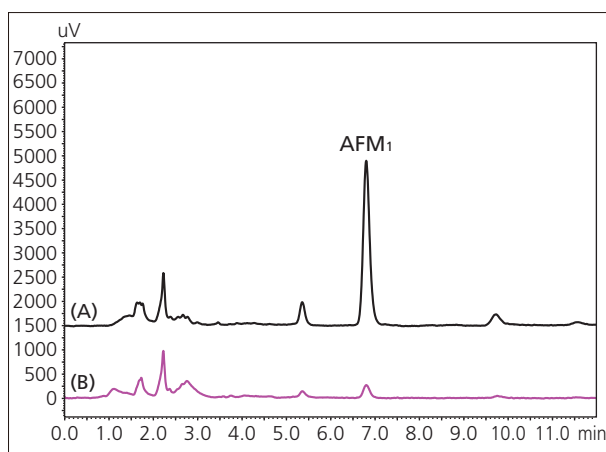

Fig. 4 市販牛乳の HPLC クロマトグラム
夾雑成分の除去には Romer Labs 社製イムノアフィニティカラム "AflaStar™ R" * を用いました。Fig. 4 にこれらを分析した際のクロマトグラムを示します。(A) は AFM₁ を添加した牛乳、(B) は AFM₁ を添加していない牛乳のものです。